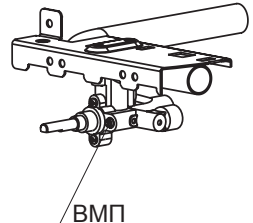

рис. 19
**22.3. Настройка регулируемых ВМП горелок стола и духовки (рис. 19).**